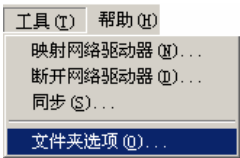
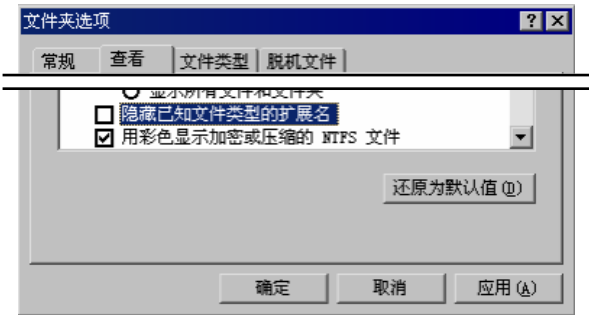

图 5.4.1 “工具”下拉菜单
图 5.4.2 “文件夹选项”对话框
- 如果在 Windows XP 操作系统的窗口中还是看不到版本号，可进行这样的操作：在 Windows 窗口中选择下拉菜单 **工具(T)** → **文件夹选项(O)...** 命令，如图 5.4.1 所示，在“文件夹选项”对话框的 **查看** 选项卡中，取消选中 ☐ **隐藏已知文件类型的扩展名** 复选框，如图 5.4.2 所示。